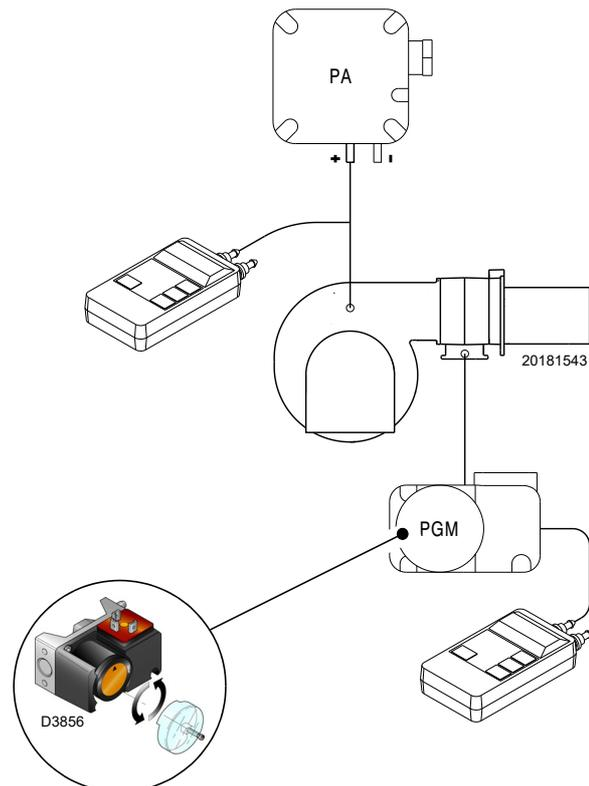

Abb. 33
- Regeln Sie den Maximal-Gasdruckwächter (Abb. 33 auf Seite 32) auf das Skalende.
Die Einstellung des Maximal-Gasdruckwächters ausführen (Abb. 33), nachdem alle anderen Einstellungen des Brenners bei auf das Skalenende eingestellten Maximal-Gasdruckwächter vorgenommen wurden.